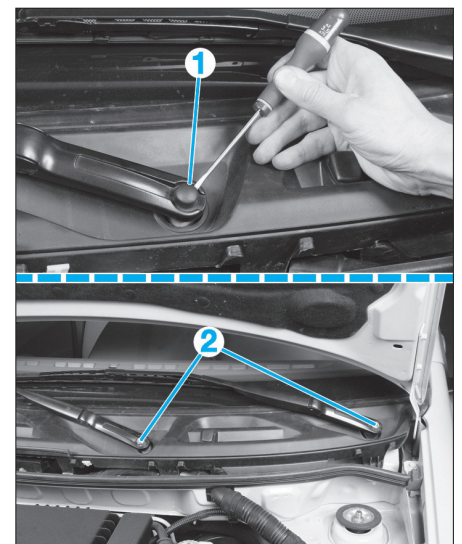

FIG. 68
- Déposer les capuchons (1) et les écrous (2) (Fig.68).